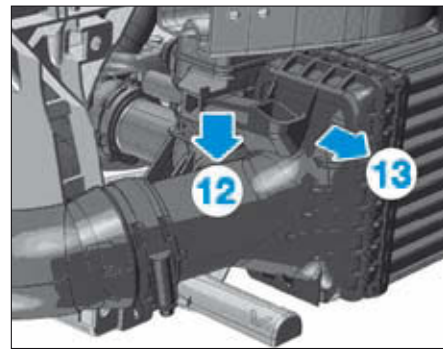

FIG. 51
- Dégrafer l'échangeur en (12) puis le dégager vers l'avant (13) (Fig.51).